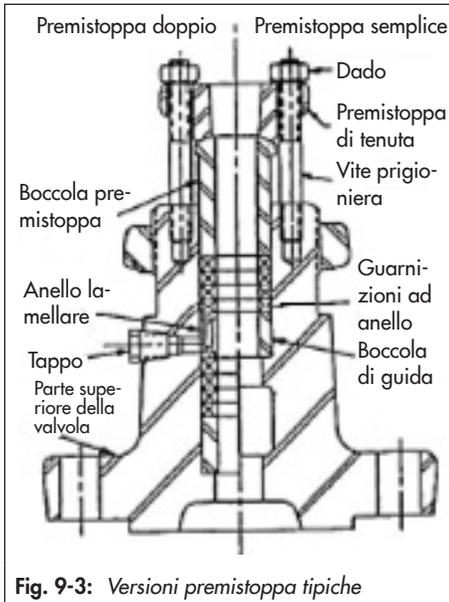

Fig. 9-3: Versionsi premistoppa tipiche
9. Con un attrezzo idoneo infilare con cautela i componenti del premistoppa (in particolare nella sezione filettata) attraverso l'asta dell'otturatore nello spazio del premistoppa. Per il posizionamento corretto, vedere Fig. 9-3.
6. Con un attrezzo idoneo infilare con cautela i componenti del premistoppa (in particolare nella sezione filettata) attraverso l'asta dell'otturatore nello spazio del premistoppa. Per il posizionamento corretto, vedere Fig. 9-3.
22. Con un attrezzo idoneo infilare con cautela i componenti del premistoppa (in particolare nella sezione filettata) attraverso l'asta dell'otturatore nello spazio del premistoppa. Per il posizionamento corretto, vedere Fig. 9-3.